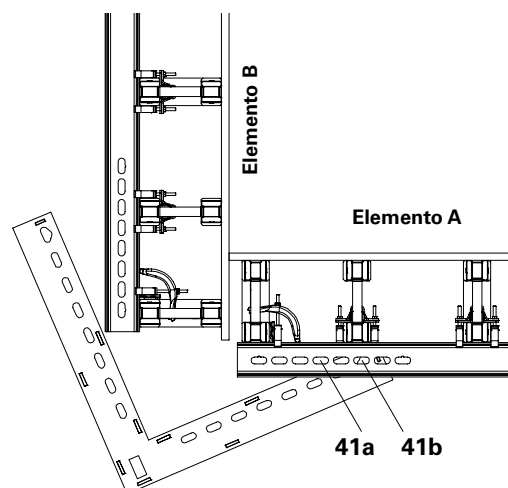

Fig. B4.03
3. Rimuovere il cuneo di arresto KZ (41a) e sollevare il cuneo KZ (41b). (Fig. B4.03)
3. Installare l'ancoraggio secondo il progetto. (Fig. B4.03/B4.04)